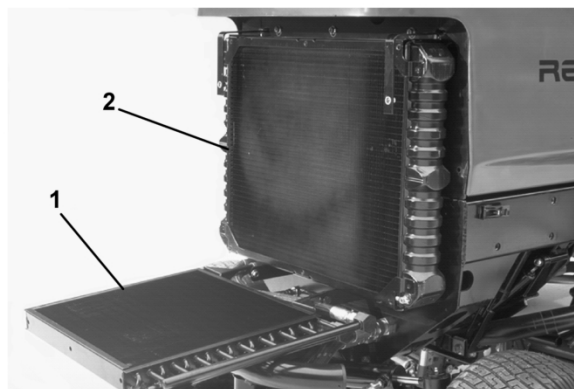

Bild 61
3. Schrauben Sie die Handräder ab und drehen Sie den Ölkühler nach hinten (Bild 61). Reinigen Sie beide Seiten des Ölkühler- und des Wasserkühlerbereichs gründlich mit Druckluft. Verwenden Sie kein Wasser. Öffnen Sie die Motorhaube und blasen Sie Fremdkörper zum Heck der Maschine raus. Drehen Sie den